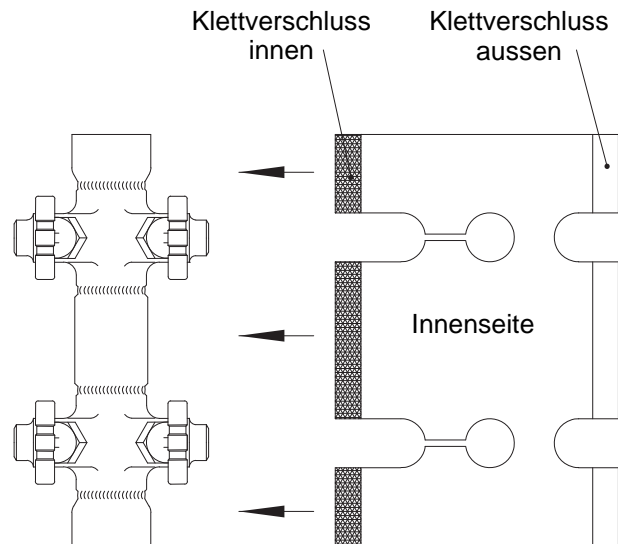

Bild 6: Grundisolierung
- **Grundisolierung** (Bild 6) bei bereits an der Trägerkonstruktion befestigten CODI[®] zwischen Gehäuse (Pos. 1) und Trägerkonstruktion schieben.